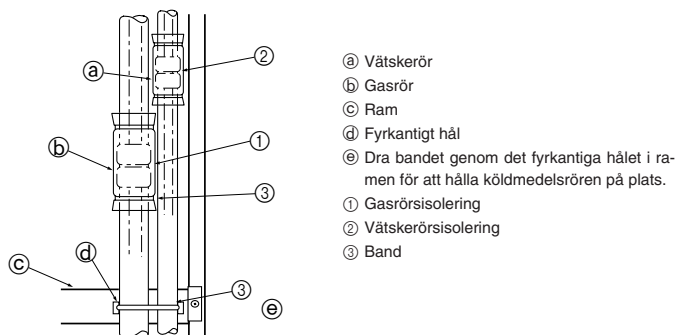

Fig. 4-5
Isolera fläns skarvarna ① och ② på gas- och köldmedelsrören helt och hållet. Om någon av skarvarna är frilagd, kan kondens droppa ned. (Fig. 4-5)
- Fäst gasrörsisoleringen ① och vätskerörsisoleringen ② i båda ändar, så att de inte kan glida och hamna i linje med varandra.
- Efter det att isoleringen anbringats, ska bandet ③ användas till att fästa köldmedelsröret till ramen (under rörskarvsdelen). Detta förhindrar att köldmedelsröret lyfter ifrån ramen. (När köldmedelsröret inte ligger an emot ramen, kan inte gallret installeras.)